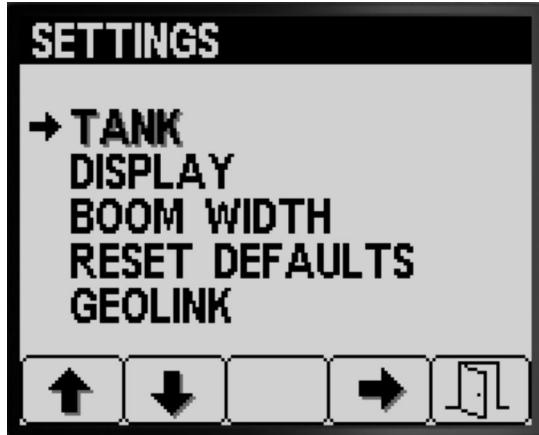

Figura 11
- Premete il pulsante 1 o 2 per navigare fino all'opzione SERBATOIO (Figura 11).
- Premete il pulsante 4 per selezionare il sottomenu SERBATOIO (Figura 11).